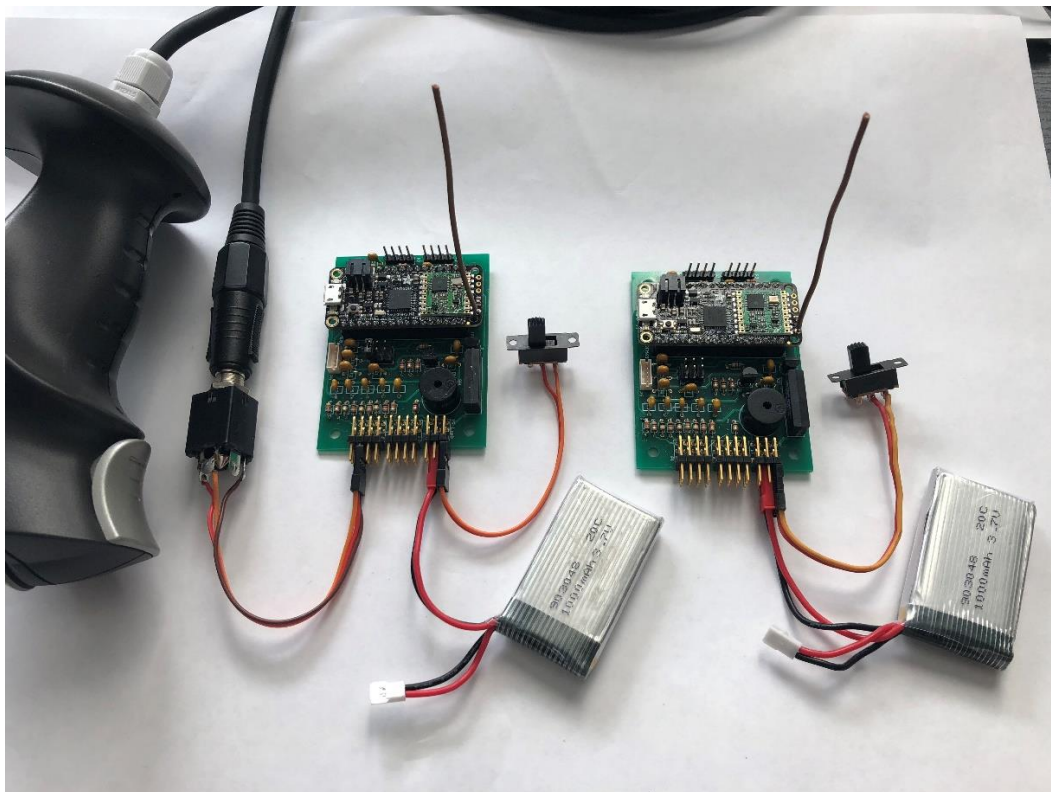

Abb. 6
- 6.1 Basiskonfiguration (Abb. 6) mit 1 x TX (links) und 1 x RX (rechts); Akku 1S jeweils an P4-Kanal 2, EIN/AUS-Schalter an P4-Kanal3. Am TX-Modul ist ein Drücker (hier beispielhaft bestehend aus einem Joystick-Griff und einem Bühnen-Mikrofon-Kabel, 2-adrig, geschirmt) an P1, Kanal2 angeschlossen. Standard-Drahtantennen (86mm) für das 868MHz-Band gemäß Abb.2 am Antennenanschluss des Prozessormoduls gelötet